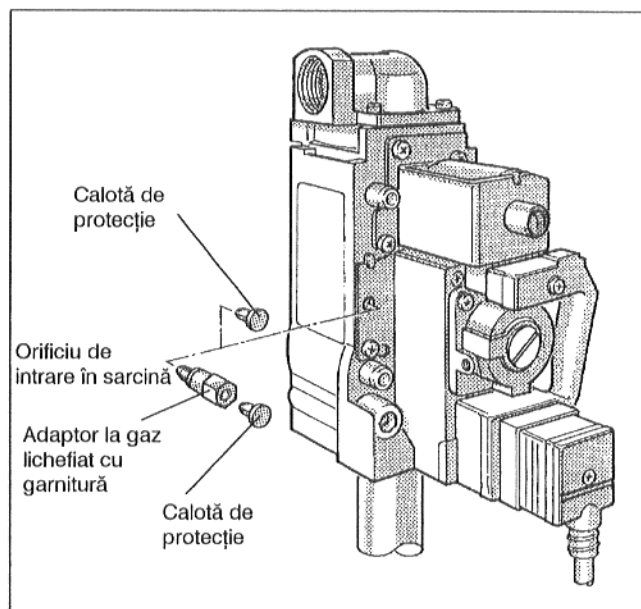

Fig. 52: Armătura Arzătorului de gaz "Honeywell" VR 4601
- La adaptarea la gaz lichefiat se îndepărtează calota de protecție care acoperă orificiul de pornire în sarcină și se înșurubează adaptorul de gaz lichefiat cu garnitura. În cazul în care adaptorul pentru gaz lichefiat nu este prevăzut cu calotă de protecție proprie se pune calota de protecție a orificiului de pornire în sarcină pe adaptorul pentru gaz lichefiat (Fig. 52).
La adaptarea la gaze naturale se deșurubează adaptorul și se pune calota de protecție pe orificiul de pornire în sarcină (Fig. 52).